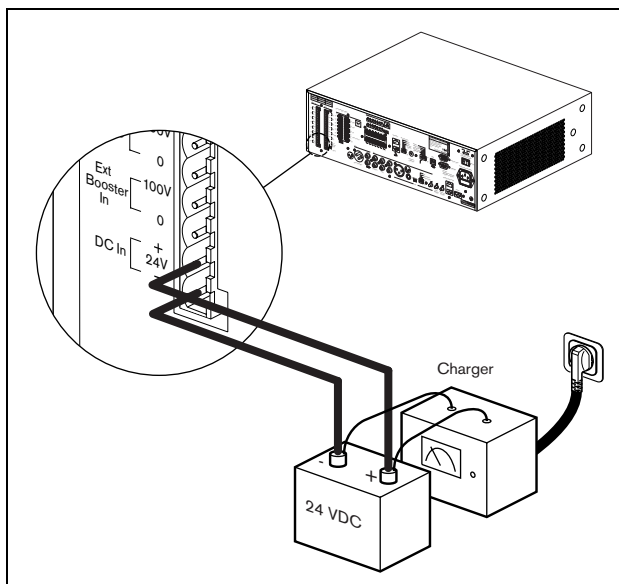

Abbildung 5.20: Anschluß einer Notstromversorgung
Der Voice Alarm Controller verfügt über einen 24 V(DC) Eingang, um eine Notstromversorgung (z.B. eine Batterie) anzuschließen, die das System versorgt, wenn die Netzversorgung ausfällt. Siehe Abbildung 5.20 für Anschlussdetails.